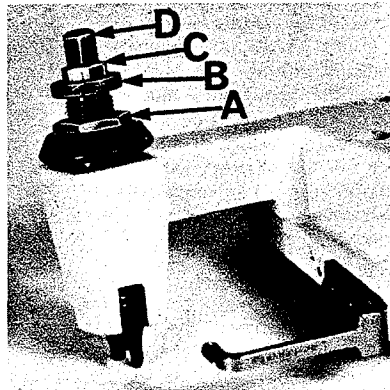

Fig. 2
Für ein gleichmäßiges transportieren des Nähgutes ist ein genügend starker Druck des Drückerfußes erforderlich. Sollte es notwendig werden, den Druck zu verstärken oder zu verringern, so ist die Sicherungsmutter (A, Fig. 2) zu lösen und die Spanschraube (B) entsprechend zu betätigen. Rechtsdrehung verstärkt, Linksdrehung verringert den Druck. Die Sicherungsmutter (A) ist nach einer Änderung des Drückerfußdruckes wieder anzuziehen. Bei auf der Stichplatte aufsitzendem Drückerfuß, stellt man die Sicherungsmutter (C) so ein, daß zwischen ihr und der Mutter (B) etwa $1/32'' - 1/16'' = 0,8 - 1,6$ mm Zwischenraum verbleibt. Zum Schluß verspanne die Kopfschraube (D) mit der Mutter (C).
Sufficient presser foot pressure to feed work uniformly should be maintained. Should it be necessary to increase or decrease amount of pressure on presser foot, loosen lock nut (A, Fig. 2) and turn adjusting screw (B). Adjusting screw has a right hand thread, so tightening increases pressure, loosening decreases pressure. When pressure adjusting screw (B) has been properly set, tighten lock nut (A). With presser foot resting on throat plate, position locking nut (C) so that its under surface is approximately $1/32'' - 1/16'' = 0,8 - 1,6$ mm from the top surface of adjusting screw (B). Set cap (D) against locking nut (C).